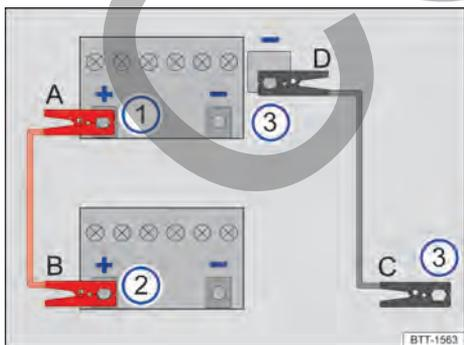

Fig. 140 Esquema para la conexión de los cables de arranque.
Los cables de arranque solo se deberán conectar siguiendo el orden A - B - C - D → fig. 140.
- Conecte un extremo del cable de arranque rojo A al polo positivo + de la batería de 12 voltios del vehículo que la tiene descargada → fig. 140 ① → .
- Conecte el otro extremo del cable de arranque rojo B al polo positivo + de la batería del vehículo que suministra la corriente → fig. 140 ②.
- Conecte un extremo del cable de arranque negro C preferentemente a una toma para la ayuda de arranque (terminal de masa) del vehículo que suministra la corriente; de lo contrario, al bloque motor o a una pieza maciza de metal atornillada fijamente al bloque motor de este vehículo → fig. 140 ③.
de arranque (terminal de masa) del vehículo con la batería de 12 voltios descargada; de lo contrario, al bloque motor o a una pieza maciza de metal atornillada fijamente al bloque motor de este vehículo → fig. 140 ③ → ▲.
- Desconecte los cables de arranque únicamente en el orden **D – C – B – A** con los motores en marcha → fig. 140.